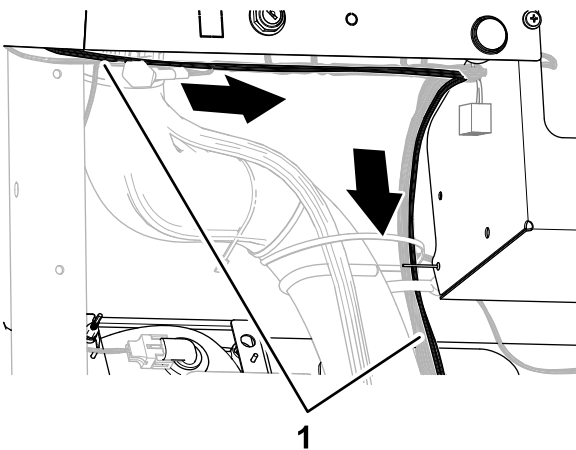

Bild 12
1. Verlegen Sie den Kabelbaum des Kits über die Unterseite des Armaturenbretts und nach unten entlang des Maschinenkabelbaums (Bild 12).
2. Verlegen Sie den Kit-Kabelbaum durch die Tülle in der Bodenplatte (Bild 12).